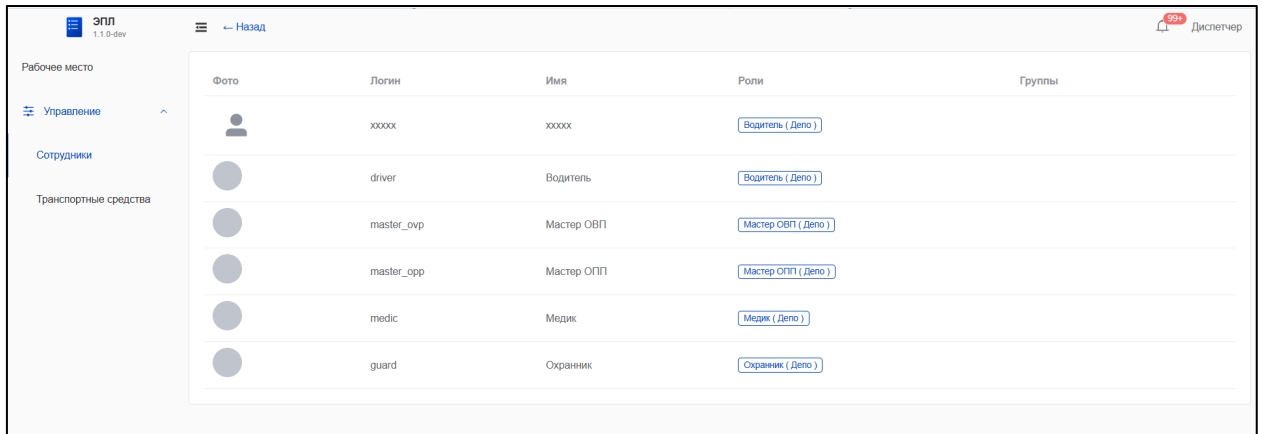

Рисунок 15 - Подраздел «Сотрудники» в разделе «Управление»
1) В разделе «Управление» выбрать подраздел «Сотрудники» (Рисунок 15).